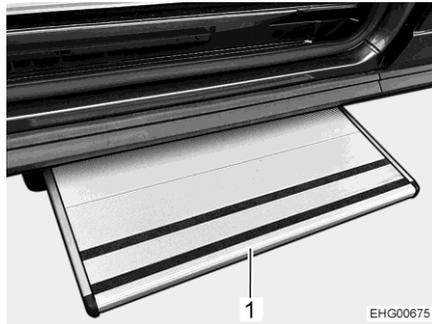

Fig. 2 Marche-pied
- Rentrer le marche-pied (Fig. 2,1) manuellement, lentement et avec précaution.